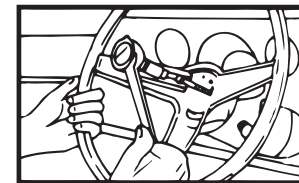

FIG. 5
6. Enlever le volant au moyen d'un extracteur approprié. Ne pas frapper sur l'arbre avec un marteau (voir figure 5).